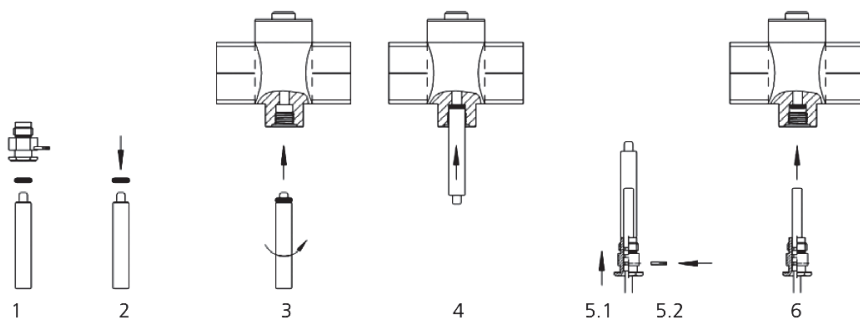

Рис. 15. Монтаж термометров сопротивления
В случае работы теплосчетчика при средней температуре теплоносителя 90° или более, а также при $T_{\text{теплоносителя}} < T_{\text{окр. среды}}$ (учет холода) – вычислительный блок должен быть установлен на стене на достаточном расстоянии от источников тепла (холода) с помощью держателя, поставляемого в комплекте прибора (рис. 15). Чтобы упростить демонтаж теплосчетчика, рекомендуется устанавливать запорную арматуру до и после расходомерной части. Перед теплосчетчиком требуется установка сетчатого фильтра. Прибор учета должен быть установлен в месте, обеспечивающем удобный доступ для эксплуатации и технического обслуживания.
Поместить уплотнительное кольцо из прилагаемого комплекта на монтажный штифт, как показано на рис. 15 (2). Второе уплотнительное кольцо является запасным.
Вращательными движениями вставить уплотнительное кольцо с монтажным штифтом в отверстие для датчика в шаровом кране (рис. 15 (3)).
Утопить кольцо до предела с помощью широкого конца монтажного штифта в муфте крана (рис. 15 (4)).
Поместить температурный датчик во втулку и зафиксировать при помощи штифта (рис. 15 (5)). Вставить в кран втулку с датчиком температуры и вручную завинтить до упора.